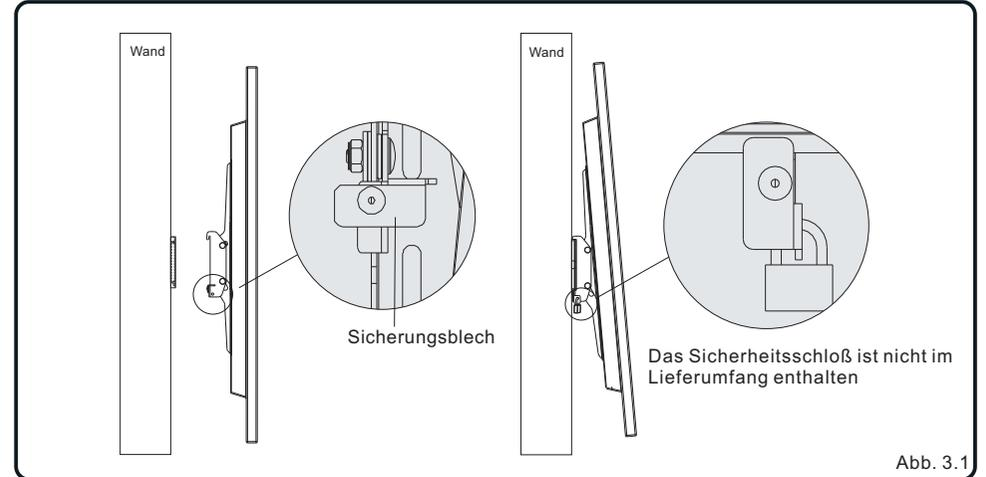

Abb. 3.1
- Haken Sie die am Fernseher montierten Bildschirmarme über die Oberkante der Wandplatte, wie in Abb. 3.1 gezeigt.
- Drehen Sie das Sicherungsblech auf 90° nach unten und verschließen es mit einem Vorhängeschloss, wie in Abb. 3.1 dargestellt.